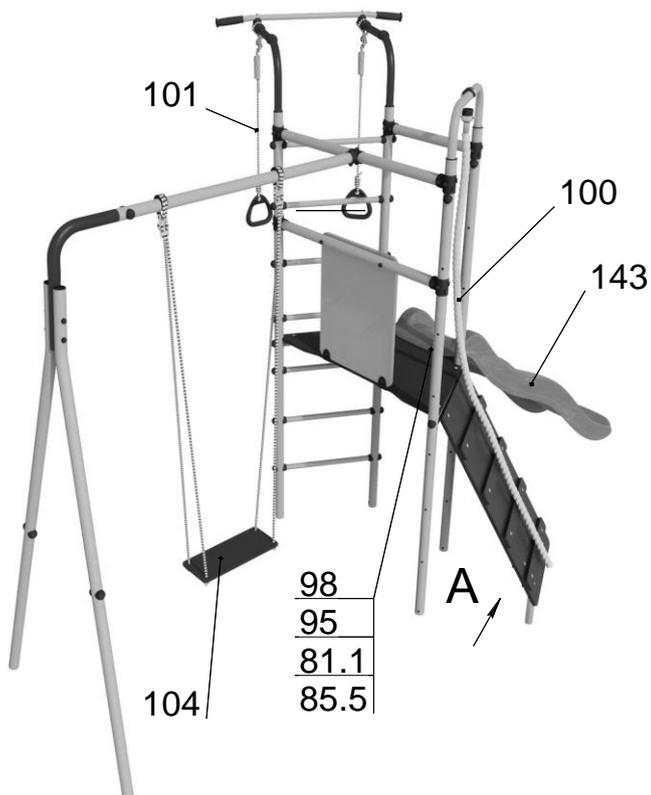
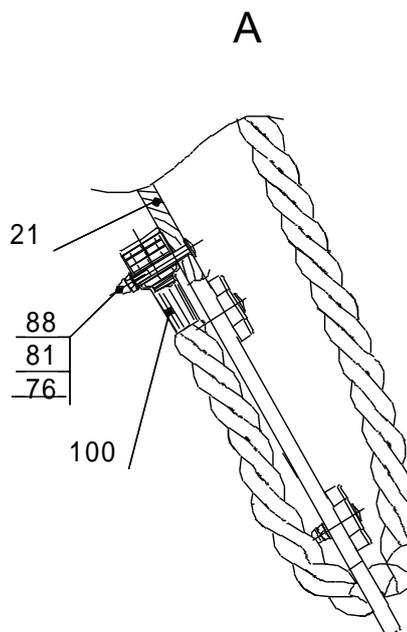

Рис.10
Рис.12
10.4.1 После полного застывания бетона установить навесное оборудование и горку (рис.10).
10.4.3 Собрать канат поз. 100. После установки каната поз.100 на катушке-клипсе поз. 49 нижний конец каната зафиксировать на щите поз.21 лаза (см. рис.10, Вид А; рис. 12).